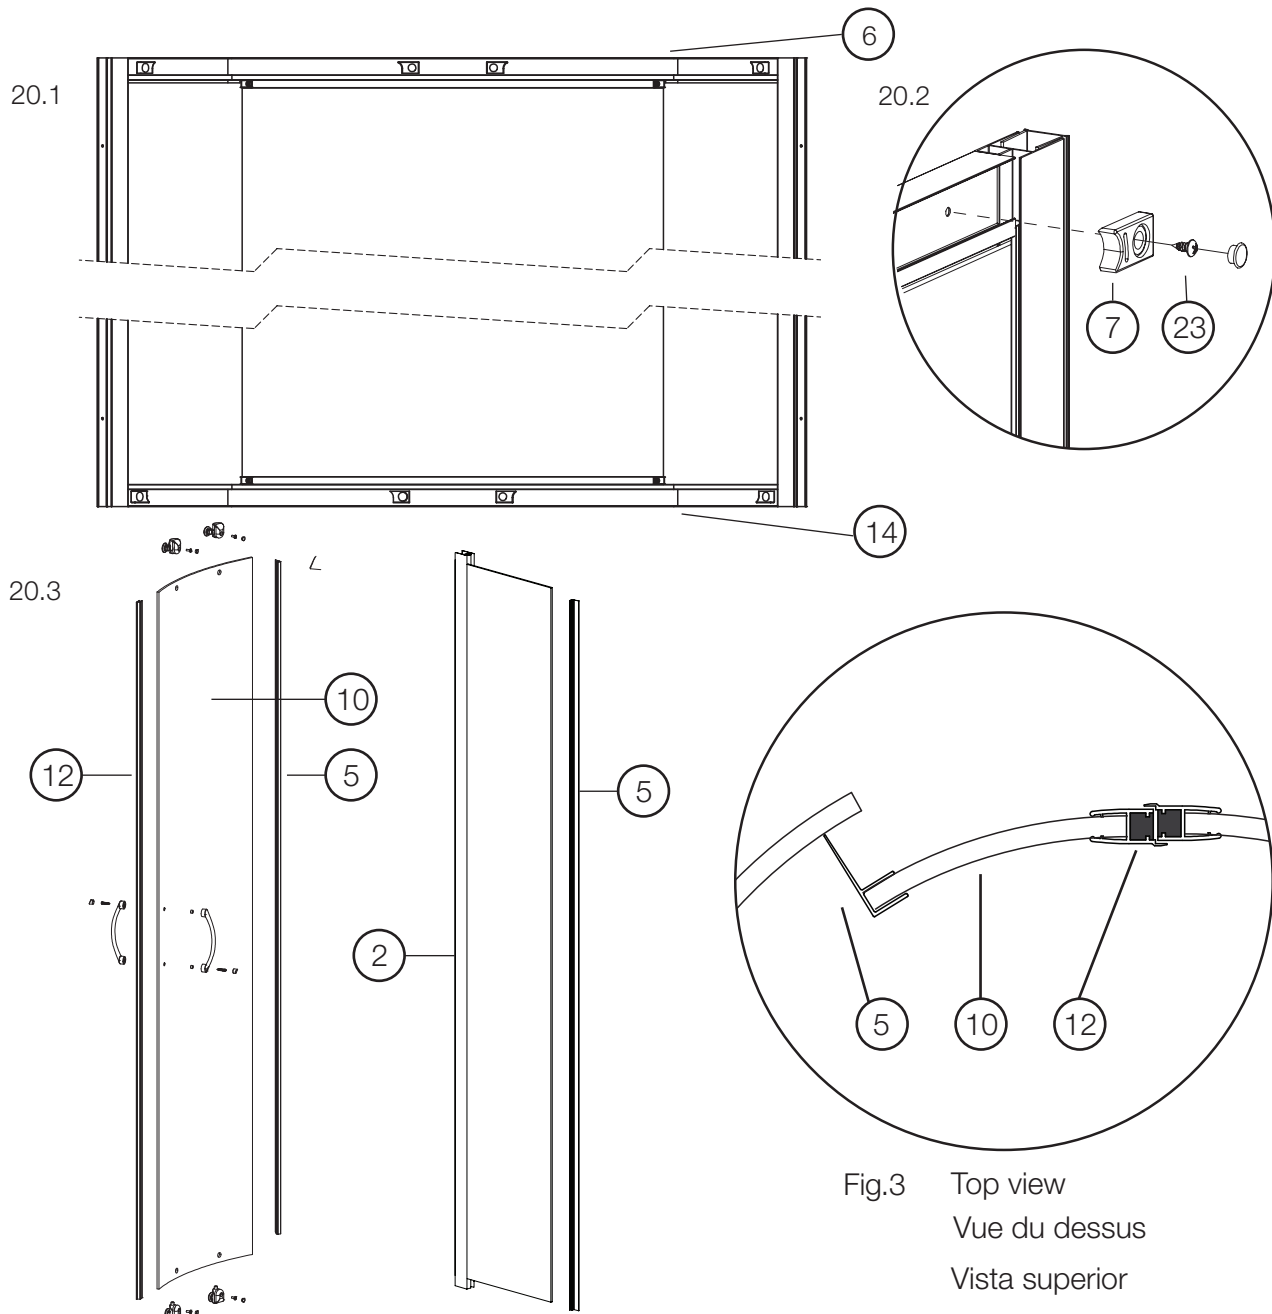

Fig.3 Top view
20.1 Install the roller stoppers (7) on the top and bottom rails (6 and 14) (Fig.3).
20.3 Install magnets (12) and water deflectors (5) on the door panels (2&10) (Fig.3).
20.1 Installez les butoirs (7) de roulettes sur les rails supérieur et inférieur (6 et 14) (Fig.3).
20.3 Installez les aimants (12) et les déflecteurs d'eau (5) sur les panneaux de portes (2&10) (Fig.3).
20.1 Instalar los toques del rodillo (7) sobre los rieles superior e inferior (6 y 14) (Fig. 3).
20.3 Instalar los imanes (12) y los deflectores de agua (5) sobre los paneles de la puerta (2&10) (Fig. 3).